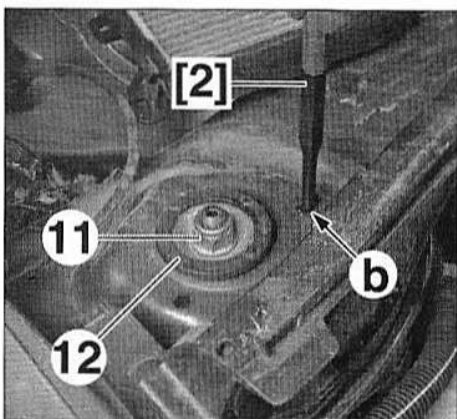

FIG.9
- Appliquer de la graisse multifonction synthétique (par exemple Total Marson SY2) sur la face inférieure de la cuvette (12) (Fig.9).
- Lors du serrage de l'écrou supérieur (11), maintenir en place le palier supérieur en passant l'outil [2] à travers le perçage (b).